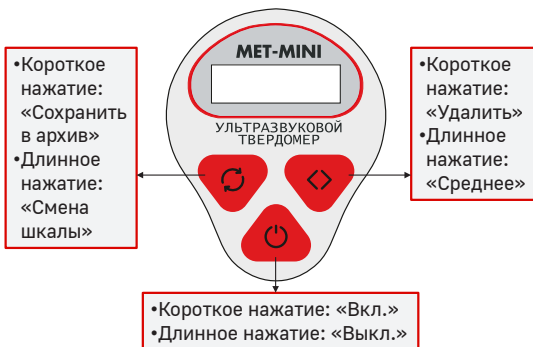

Рис. 1. Схема твердомера MET-MINI
4.1. Твердомеры MET-MINI представляют собой портативные приборы, у которых датчик и электронный блок объединены в один корпус (рис. 1). В качестве наконечника (индентора), расположенного внутри корпуса вдоль его вертикальной оси, используется стальной стержень с алмазной пирамидой Виккерса (угол между гранями 136°) на торце. Стержень является акустическим резонатором, частота колебаний которого задаётся с помощью встроенного автогенератора в ультразвуковом диапазоне частот. При внедрении пирамиды в испытуемое изделие под действием фиксированного усилия калиброванной пружины (49.1 Н или 5 кгс) происходит изменение собственной частоты резонатора, определяемое твердостью материала. Относительное изменение резонансной частоты преобразуется в число твердости выбранной шкалы с помощью встроенного в корпус электронного блока. Преобразованное значение отображается на дисплее.
10.2. Доступ в батарейный отсек осуществляется через крышку батарейного отсека, расположенную со стороны нижней опоры 8 (рис. 1). Открывать батарейный отсек удобно с помощью монеты или шлицевой отвёртки.